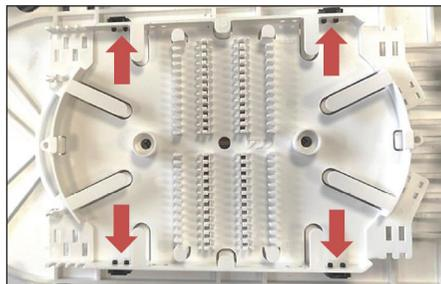

Рисунок 16
3.4 Кассеты А2-А9 фиксируются между собой петлями (показаны стрелками). При этом крышка устанавливается на последнюю верхнюю кассету А9 (рисунок 16).